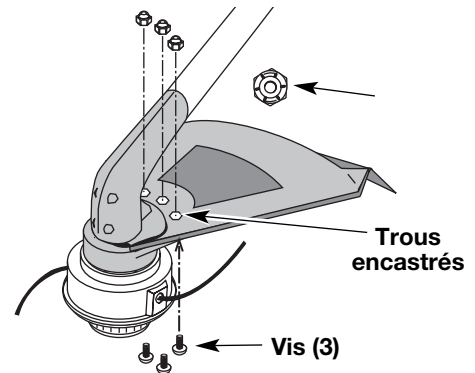

Fig. 3
2. Placez un de trois fournis écrous de blocage hex dans l'un des trois trous encastrés, sur le dessus du protecteur d'accessoire de coupe (Fig. 3).
3. Introduisez une vis dans le trou du bas du protecteur d'accessoire de coupe. Vissez-la dans l'écrou posé à l'étape 2 (Fig. 3). Évitez de serrer.